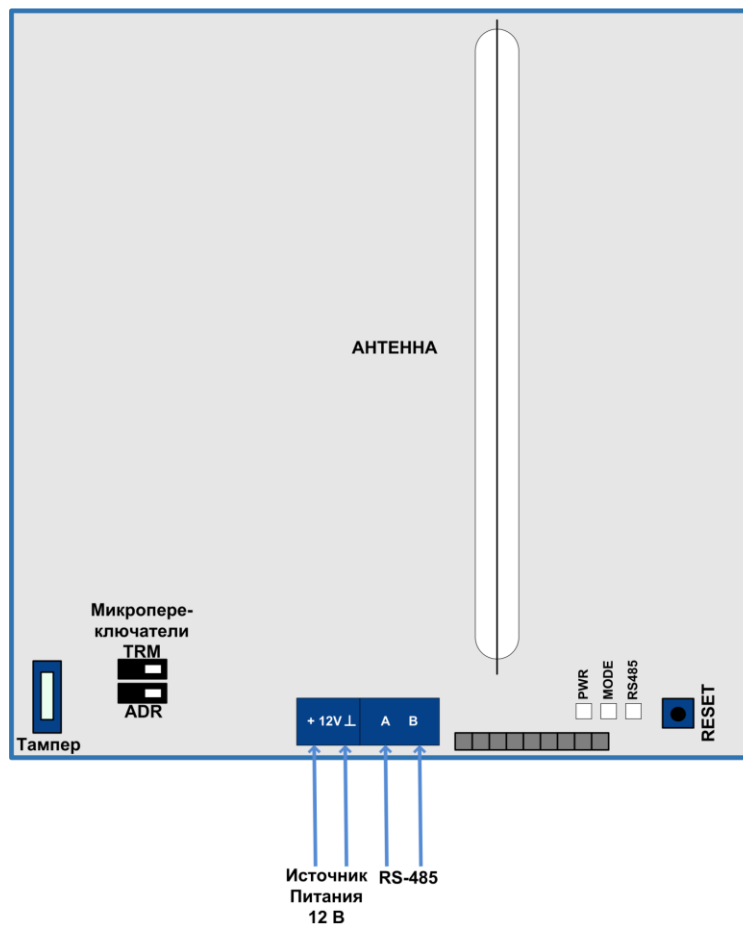

Рис. 10.1. Схема внешних подключений трансивера STEMAX RZE Livi
Трансивер подключается к контроллеру по интерфейсу RS-485. Клеммы интерфейса RS-485 обозначены на контроллере и на трансивере как А и В (см. Рис. 10.1). При подключении необходимо соединить соответствующие клеммы трансивера и контроллера. Допустимая длина линии связи RS-485 — до 200 метров.
На клеммы +12 В и \perp (-12 В) трансивера необходимо подать питание (см. Рис. 10.1). Это можно сделать следующими способами:
- 3) Переведите трансивер в режим программирования сетевого адреса, переключив на плате трансивера микропереключатель *1 (ADR)* в положение *ON* (см. Рис. 10.1).
На плате трансивера (см. Рис. 10.1) расположены индикаторы, назначение которых представлено в таблице (Таблица 8).